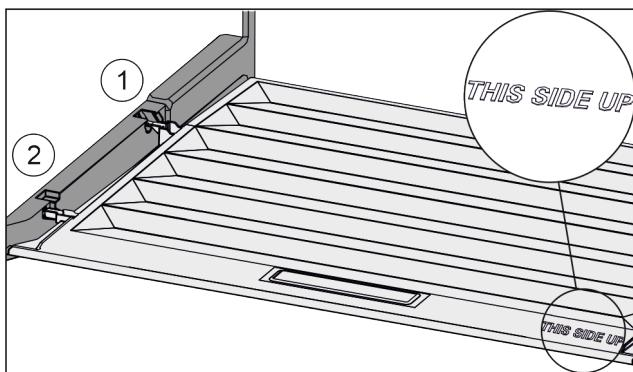

Fig. 127
- Вставити поперечні ребра через отвір заднього тримача Fig. 127 (1) і зафіксувати спереду у тримачі Fig. 127 (2).